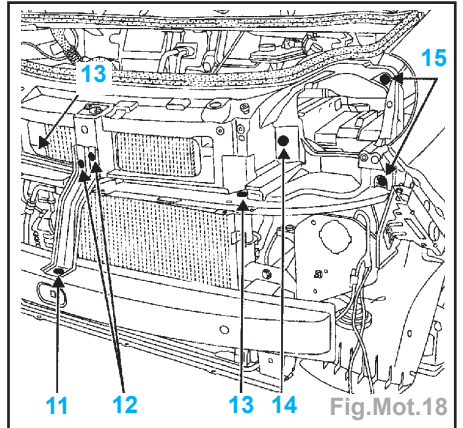

Fig.Mot.18
- Déposer (Fig.Mot.18) :
- la vis (11) à travers le bouclier,
- les vis (12) de fixation centrale de la traverse supérieure avant puis le renfort de fixation,
- les vis (13) de fixation du radiateur de refroidissement,
- la vis (14) de fixation de blindage de calculateur,
- les vis (15) de fixation de la traverse supérieure avant,